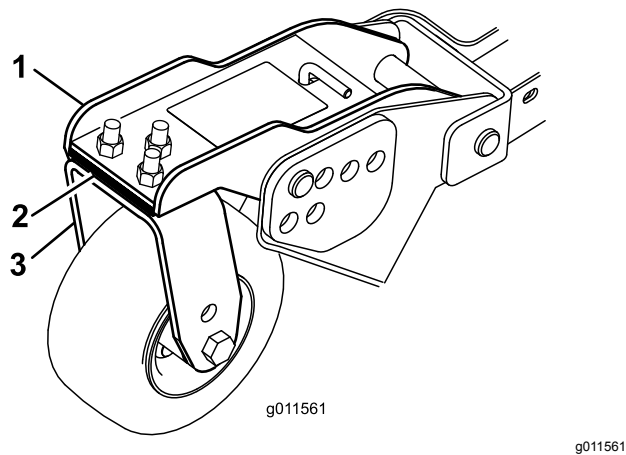

Figura 33
Gire la cuchilla de cada eje hasta que los extremos estén orientados hacia adelante y hacia atrás. Mida desde el suelo hasta la punta delantera del filo de corte. Ajuste los suplementos en los brazos de las ruedas giratorias delanteras hasta que la altura de corte se corresponda con la marca de la pegatina (Figura 33). Para el eje de la cuchilla exterior solamente, consulte Ajuste de la inclinación de la carcasa de corte \(página 68\).
3. Si el borde interior de la carcasa lateral está demasiado alto respecto al borde exterior de la carcasa delantera, retire un suplemento de la parte inferior del brazo interior delantero de la rueda giratoria en la carcasa lateral del cortacésped (Figura 33).